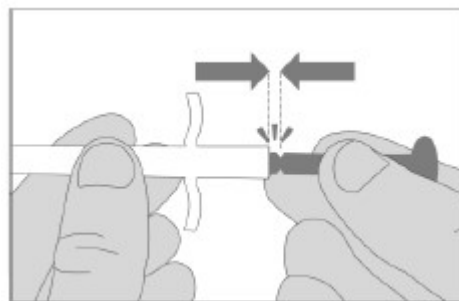

Figura 4
- Para SeeLens HP: avance el émbolo hasta el tapón (sonido de clic) para pre-plegar el háptico (figura 4).